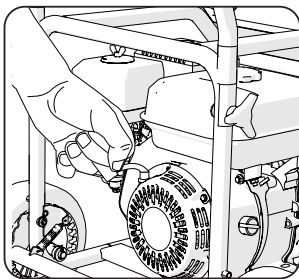

Abb. 14
- Fassen Sie mit der anderen Hand den Griff des Seilzugstarters. **(Abb. 14)**